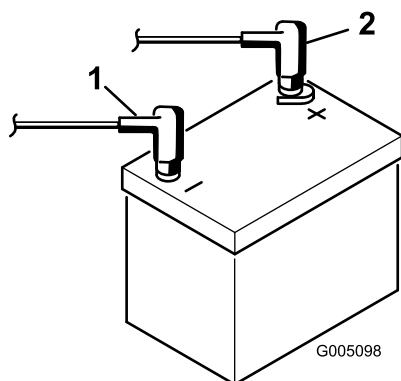

Figura 8
9. Conecte el cable positivo (rojo) al borne positivo (+) y el cable negativo (negro) al borne negativo (-) de la batería y sujételos usando los pernos y las tuercas (Figura 8). Deslice la cubierta de goma sobre el terminal positivo para evitar posibles cortocircuitos eléctricos.